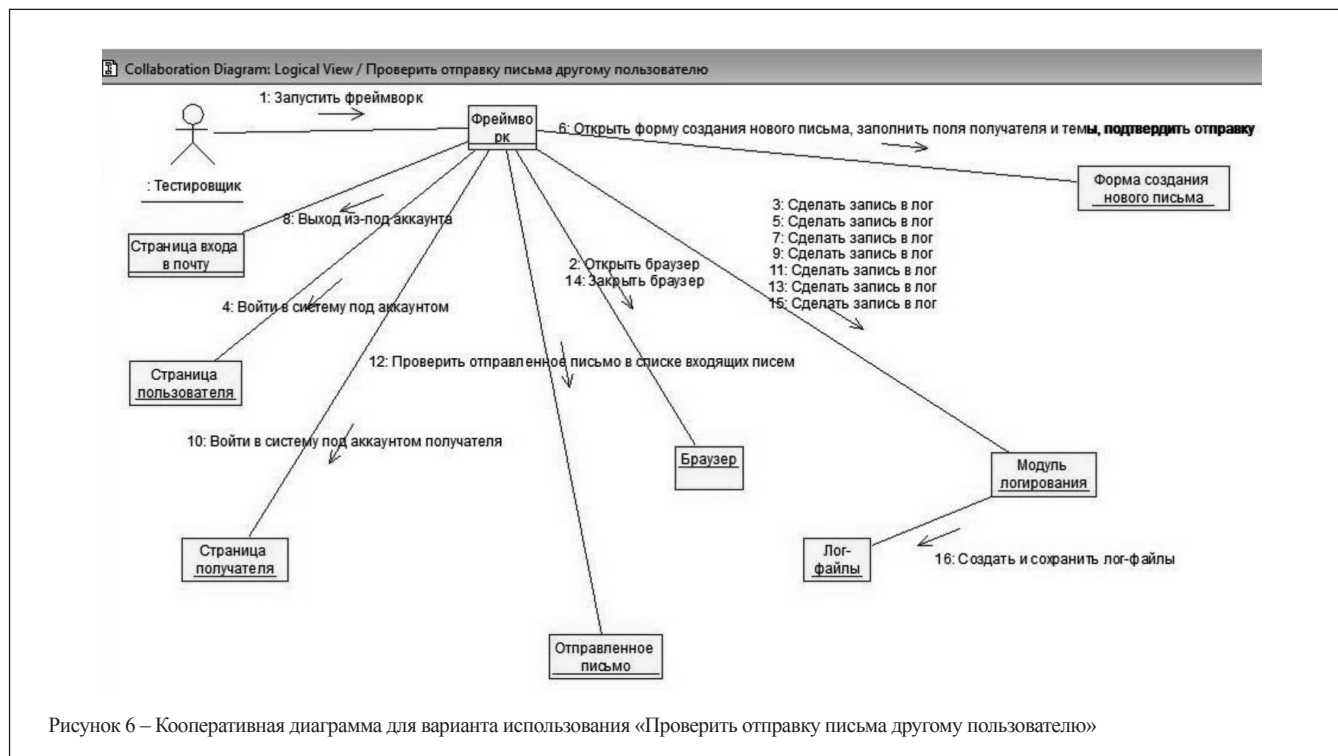

Рисунок 6 – Кооперативная диаграмма для варианта использования «Проверить отправку письма другому пользователю»
4. Зависимость вероятности безотказной работы $P_B(t)$ системы от среднего времени наработки на отказ (рисунок 6):